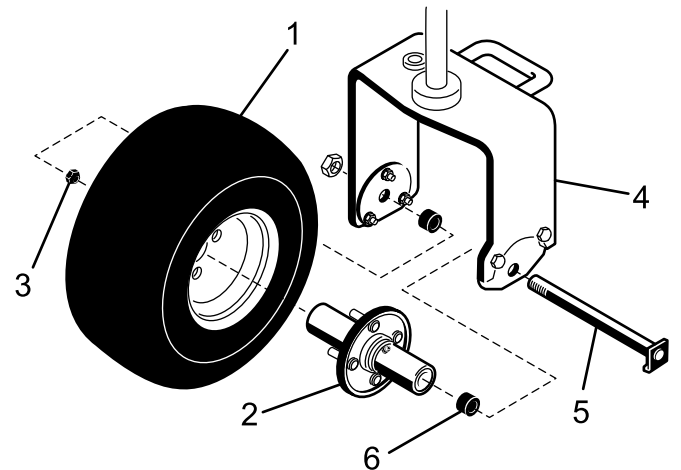

Figura 3
1. Monte el cubo de la rueda en la llanta de la rueda trasera con 4 tuercas de montaje (Figura 3). Apriete las tuercas a 95-122 Nm.
2. Retire el perno y la contratuerca de los taladros de montaje de la rueda en la horquilla trasera (Figura 3).
5. Coloque la parte curva de la cabeza del perno debajo del borde inferior de la placa adaptadora (Figura 3). Instale y apriete la contratuerca para fijar la rueda a la horquilla. No apriete demasiado la contratuerca porque la rueda debe girar libremente.